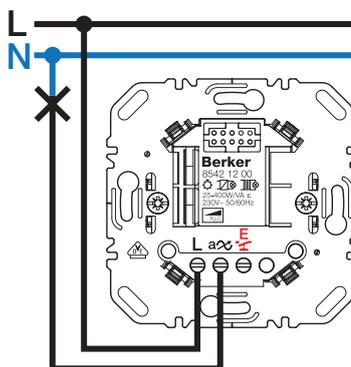

Figura 3: Regolatore luce a pulsante
- Collegare regolatore luce a pulsante e derivazioni opzionali secondo lo schema di collegamento (Figura 3 o 6).